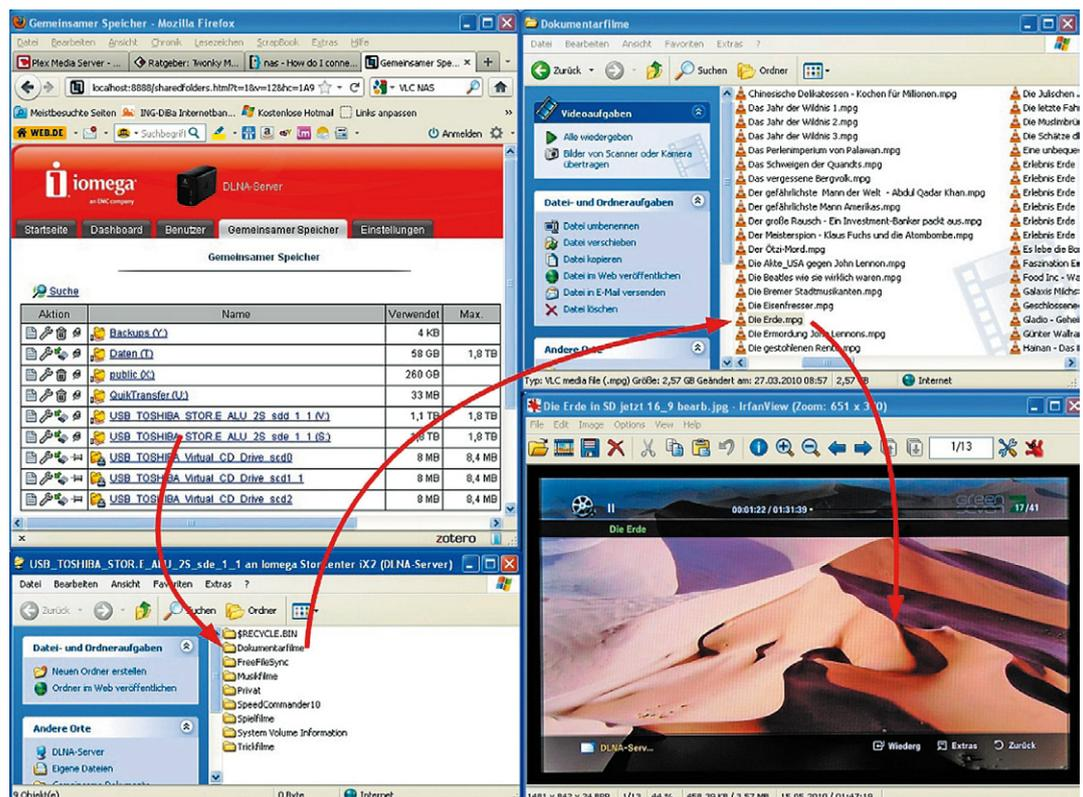

Bild 10: Die externen Festplatten stellen sich wie ganz normaler Netzwerkspeicher dar und stehen nach Freigabe jedem Netzteilnehmer zur Verfügung.
Bei der Wiedergabe des Films „Die Erde“ (Bild 10) greift der DLNA-Renderer (in diesem Fall der Samsung UE32C6700) auf die am StorCenter ix2 angeschlossene USB-Festplatte mit dem Laufwerksbuchstaben (S) zu. Hier geht er in das Verzeichnis „Dokumentarfilme“ und startet das Streamen der dort gespeicherten Videodatei „Die Erde.mpg“ an seine IP-Adresse.